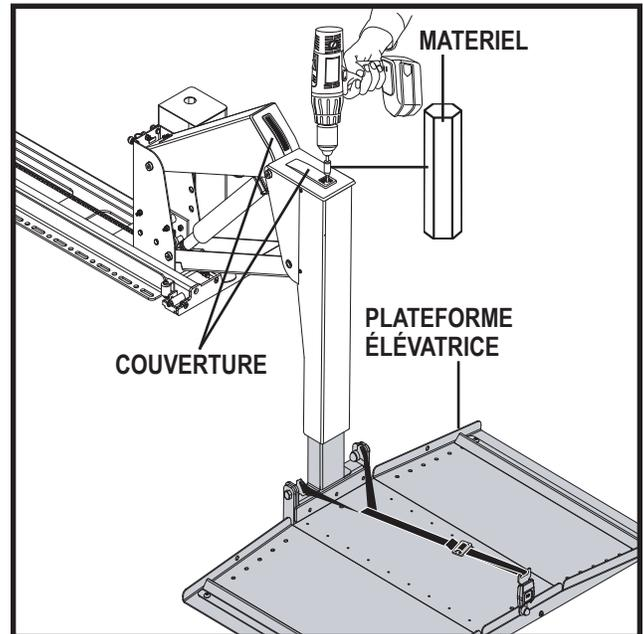

Figure 11. Soulevez ou abaissez la plate-forme. N'utilisez PAS le Flex-Shaft pour cette opération
La plate-forme de levage Backpacker peut être élevée/abaissée à partir du point de réglage située au sommet du système de levage (voir la figure 11).
1. Fixez l'extrémité appropriée de l'arbre-flex à une perceuse, et selon quelle partie du système de levage vous voulez déplacer, attachez la quincaillerie appropriée à l'autre extrémité de l'arbre-flex. **Voir la figure 11, 12, 13 et 14.**